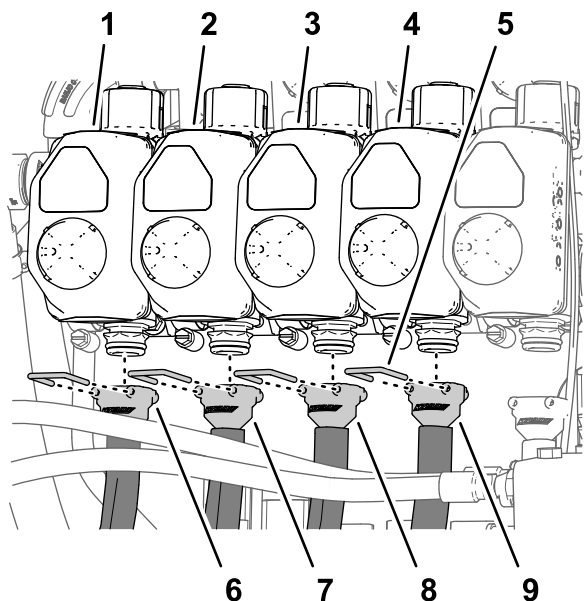
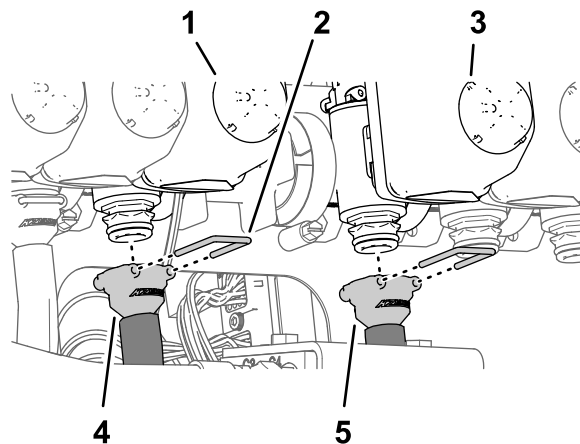
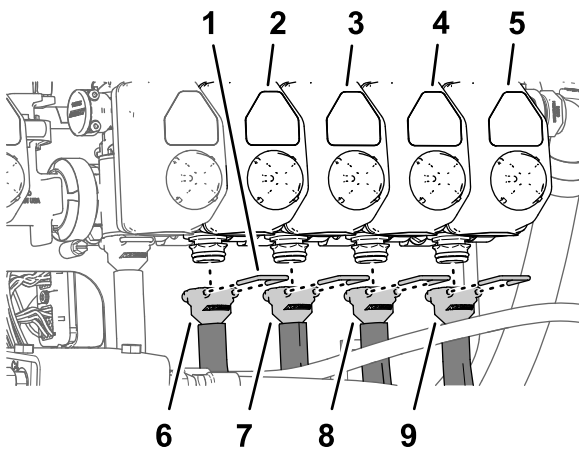

Рисунок 126
Рисунок 127
Рисунок 128
Примечание: Расположения клапанов сопел см. на Рисунок 126 в разделе Подсоединение шлангов к клапанам сопел с 1 по 4 \(страница 65\), на Рисунок 127 в разделе Подсоединение шлангов к клапанам сопел 5 и 6 \(страница 65\) и на Рисунок 128 в разделе Подсоединение шлангов к клапанам сопел с 7 по 10 \(страница 66\).
1. Установите прямой штуцер типа «елочка» шланга подачи длиной 279 см на соединительную муфту клапана сопла 1 (Рисунок 126).
2. Прикрепите штуцер типа «елочка» к соединительной муфте с помощью держателя (Рисунок 126).
3. Установите прямой штуцер типа «елочка» шланга подачи длиной 234 см на соединительную муфту клапана сопла 2 (Рисунок 126).
4. Прикрепите штуцер типа «елочка» к соединительной муфте с помощью держателя (Рисунок 126).
соединительную муфту клапана сопла 3 (Рисунок 126).
6. Прикрепите штуцер типа «елочка» к соединительной муфте с помощью держателя (Рисунок 126).
7. Установите прямой штуцер типа «елочка» шланга подачи длиной 188 см на соединительную муфту клапана сопла 4 (Рисунок 126).
8. Прикрепите штуцер типа «елочка» к соединительной муфте с помощью держателя (Рисунок 126).
1. Установите прямой штуцер типа «елочка» шланга подачи длиной 81 см на соединительную муфту клапана сопла 5 (Рисунок 127).
- Прикрепите штуцер типа «елочка» к соединительной муфте с помощью держателя (Рисунок 127).
- Установите прямой штуцер типа «елочка» шланга подачи длиной 81 см на соединительную муфту клапана сопла 6 (Рисунок 127).
- Установите прямой штуцер типа «елочка» шланга подачи длиной 188 см на соединительную муфту клапана сопла 7 (Рисунок 128).
- Прикрепите штуцер типа «елочка» к соединительной муфте с помощью держателя (Рисунок 128).
соединительную муфту клапана сопла 8 (Рисунок 128).
- Установите прямой штуцер типа «елочка» шланга подачи длиной 234 см на соединительную муфту клапана сопла 9 (Рисунок 128).
- Установите прямой штуцер типа «елочка» шланга подачи длиной 279 см на соединительную муфту клапана сопла 10 (Рисунок 128).